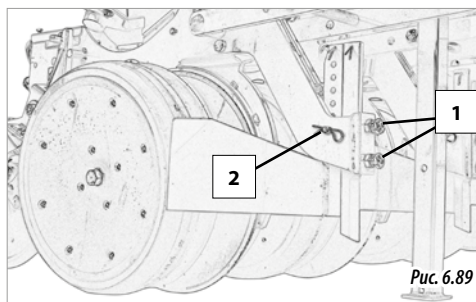

Рис. 6.89
- 1- Ослабить болты (A, рис. 6.89), чтобы освободить анкерный сошник и комкоотвод.
- 2- Вынуть штифт и установочный болт для комкоотводов (2, рис. 6.89).
- 4- Затянуть болты (A, рис. 6.89), чтобы зафиксировать эти узлы.